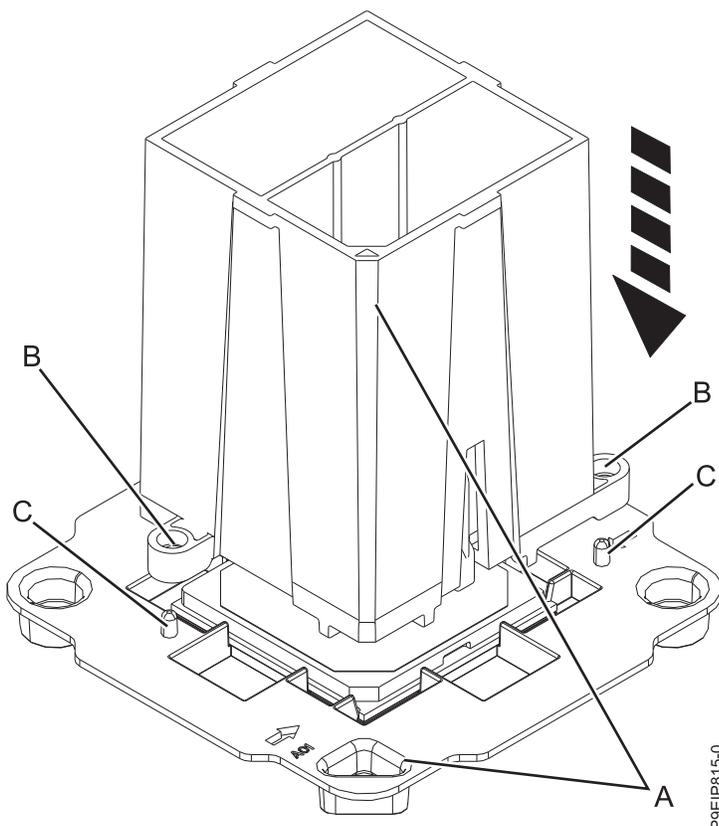

図 61. 取り外しツールの位置合わせ
3. 交換用プロセッサ・モジュールを配送用トレイから取り外します。ツールの斜めになっている隅 (A) をモジュールの斜めになっている隅に位置合わせします (図 61 を参照)。ガイド (B) が位置合わせピン (C) にぴったり収まっていることを確認します。